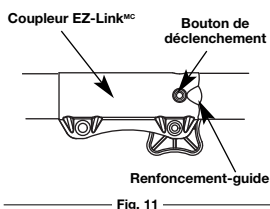

Fig. 11
- Appuyez sur le bouton de déclenchement et maintenez-le enfoncé (Fig. 11).
- Tenez fermement l'accessoire et enfoncez-le tout droit dans le coupleur EZ-Link^{MC} (Fig. 11).
REMARQUE: aligner le bouton de déclenchement avec le renforcement-guide facilitera l'installation (Fig. 11).